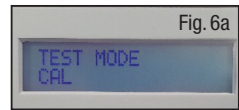

Fig. 6a
- a) Enchufe el cable de alimentación en la unidad de alimentación y en la toma de red. Encienda la unidad de alimentación, pulsando al mismo tiempo el botón de flecha hacia ABAJO. Una vez iniciada la alimentación, suelte el botón de flecha hacia ABAJO. Así podrá acceder al menú de prueba. La unidad de alimentación mostrará "MODULO TEST CAL" (Fig. 6a).